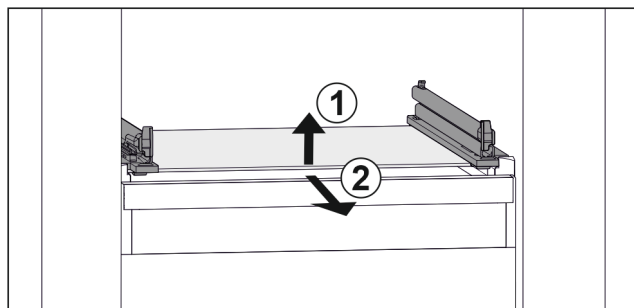

Fig. 51 Beispielhafte Darstellung der Glasplatte
- Glasplatte vorne anheben. Fig. 51 (1)
- Glasplatte nach vorne entnehmen. Fig. 51 (2)